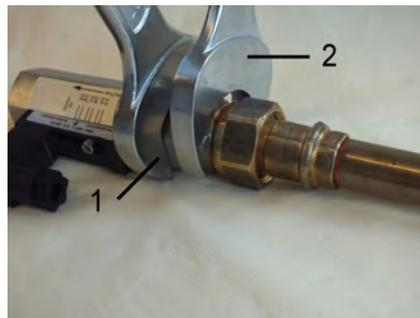

Abb. 10: Gerät einschrauben
2. → Mit passendem Maulschlüssel ( Abb. 10/2) die Übergangverschraubung der Rohrleitung eindrehen. Dabei den Gerätekörper mit einem passenden Maulschlüssel ( Abb. 10/1) gegenhalten